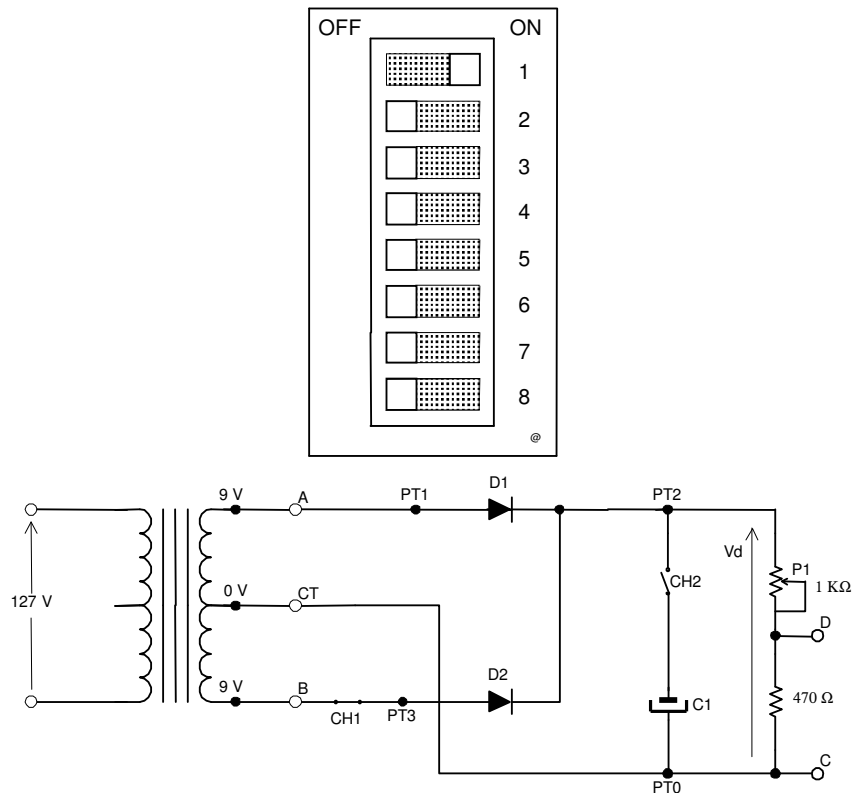

Figura 2.1 – Circuito Equivalente do Retificador de Onda Completa
1. Utilizar a mesma montagem da experiência anterior. Porém, desta vez, colocar a chave CH1 na posição fechada. Nesta condição tem-se o circuito equivalente mostrado na Figura 2.1.